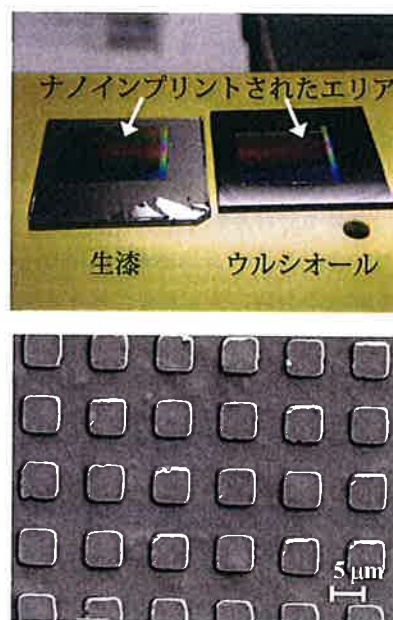

図 2 ナノインプリントされた漆膜の表面観察: (上) デジカメ写真、(下) 電子顕微鏡写真
【成果】酸化重合とは異なる漆の硬化法として、焼付けという高温硬化がある。この手法は熱重合によってウルシオール^①の二重結合を直接反応させる手法であり、この手法ならば、一般的な熱ナノインプリントと同様な条件で漆膜の硬化が可能である。実際のナノインプリント手順を以下に示す。漆は日本産の生漆を利用し、これに酢酸鉄(II)を加えた後、テレピン油で希釈する。さらにこの溶液を超音波処理したものをサンプル溶液とした。この溶液を、シリコン基板上に回転塗布し、その後、熱ナノインプリントを 150°C で 10 分間行うことにより、モールドの凹凸構造（5 μm ピッチ、2 μm 深さ）を漆膜表面に転写した。漆に鉄粉を加えることによって黒漆が得られることは古くから知られているが、これはウルシオール鉄塩の生成による。同様に酢酸鉄(II)の添加によって錯体が形成され、その結果、色調の変化と共に粘性の上昇し、薄膜の成形性が大きく改善された。さらに、超音波処理によってゴム粒子のサイズが細かく均一になるため、解像性も向上された。実際にナノインプリントを施した漆薄膜のデジタルカメラ写真、および走査型電子顕微鏡像を図 2 に示す。このように、肉眼レベルでは虹色に光る漆膜が、またその表面の拡大してみると、モールドの凹凸構造に対応した周期構造が観察され、本手法が簡便な加飾法として有用であることが証明された。